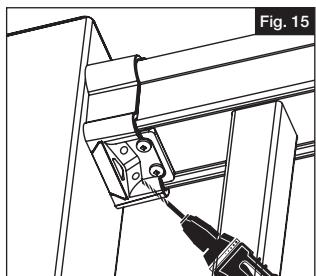

Fig. 15
- Enfoncer les deux autres vis à un angle de 45 degrés à travers le support jusqu'à l'intérieur du poteau, à partir des fentes sur la partie inférieure du support de main courante (Fig. 15).